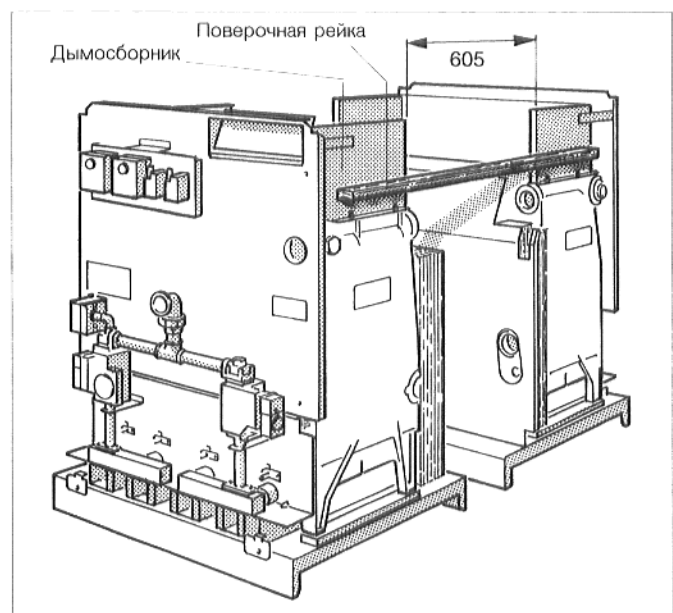

Рис. 3. Установка котельных блоков
- Установить второй котельный блок и произвести выверку по первому котельному блоку, при помощи поверочной рейки, которая прикладывается сбоку у сборного канала (рис. 3).